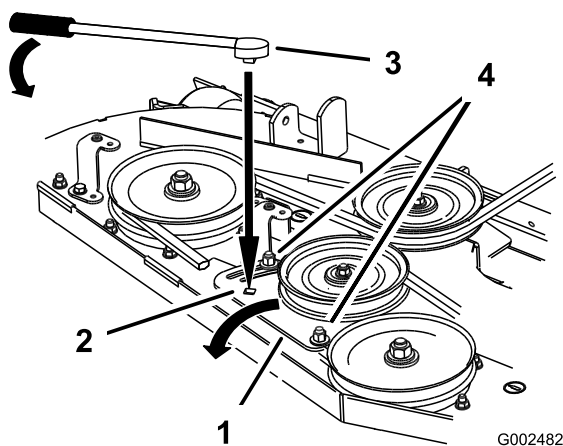

Figura 54
5. Si es necesario realizar un ajuste, afloje la chapa de la polea tensora para ajustarla (Figura 54).
6. Introduzca una llave de carraca en el taladro cuadrado de la chapa de la polea tensora del cortacésped para ajustar la tensión (Figura 54).
7. Para aumentar la tensión de la correa, gire la llave de carraca para desplazar el brazo de la polea tensora fija hasta que note una mayor resistencia y la polea tensora tensada con muelle deje de moverse (Figura 54).
8. Manteniendo la tensión de la correa, apriete los pernos que fijan la chapa de la polea tensora (Figura 54).
10. Ajuste la tensión de la correa y de la chapa de la polea tensora, si es necesario, y apriete firmemente todos los herrajes (Figura 54).